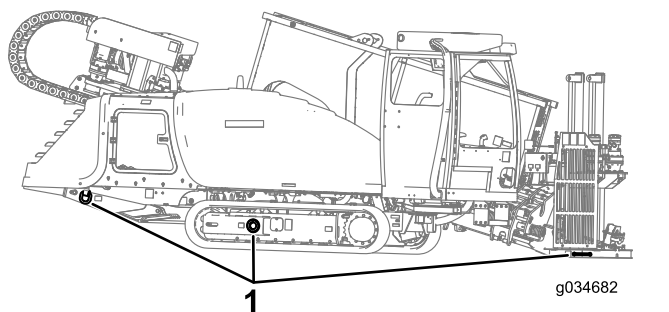

Figura 39
- Utilice cadenas y tensores con suficiente capacidad para amarrar la máquina al remolque usando los anillos de los bastidores de las orugas y la placa de sujeción (Figura 39).